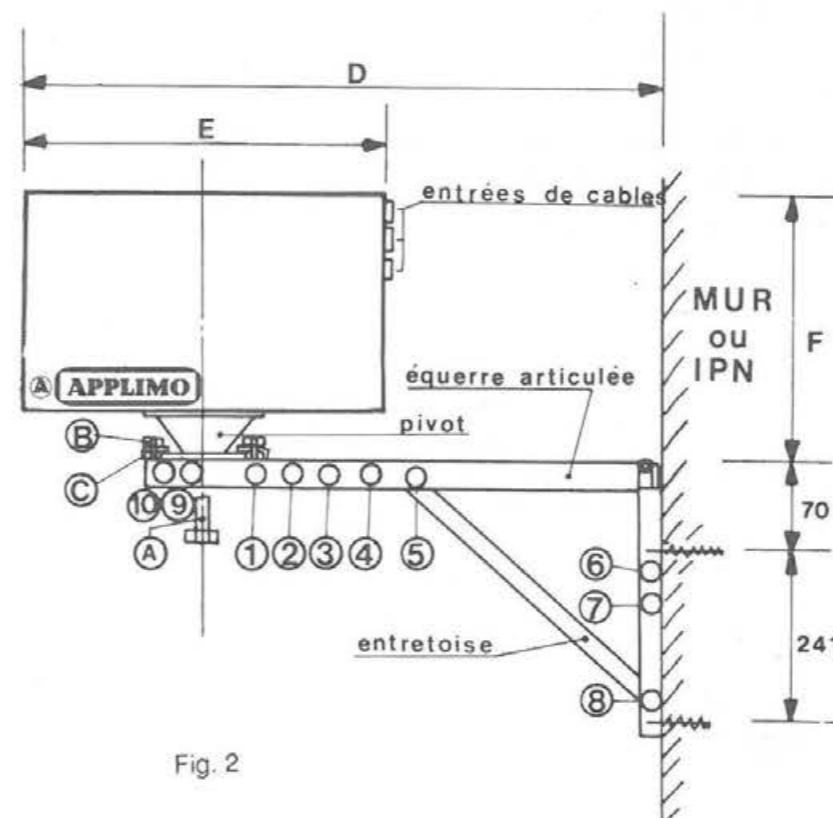

Fig. 2
- Placer l'entretoise dans l'équerre articulée, ailes vers l'intérieur, et les trous les plus grands positionnés du côté des trous carrés de l'équerre (Fig. 2).
MONTAGE DE LA BATTERIE SUR LE SUPPORT (Fig. 2).